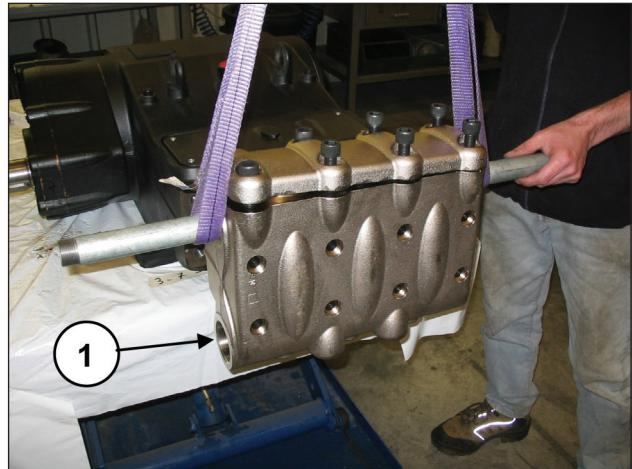
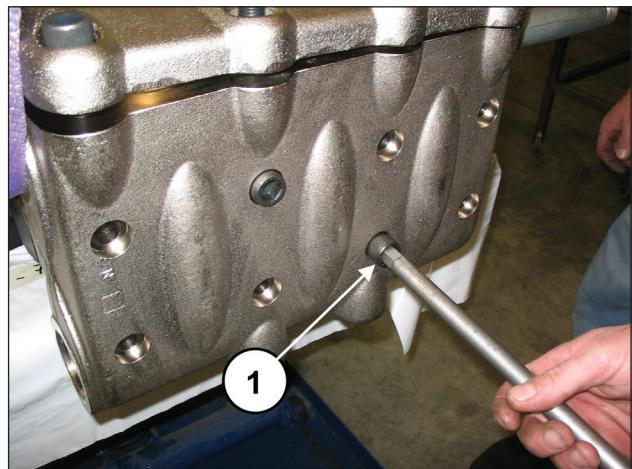

Fig. 117
Fig. 118
Montare la testata sul carter pompa (pos. ①, Fig. 117) facendo attenzione a non urtare i pistoni ed avvitare le 8 viti M16x180 (pos. ①, Fig. 118).
Serrare le 8 viti M16x180 partendo dalle 4 viti interne in modo incrociato (vedere Fig. 117), per poi proseguire con le 4 viti esterne, sempre serrando in modo incrociato